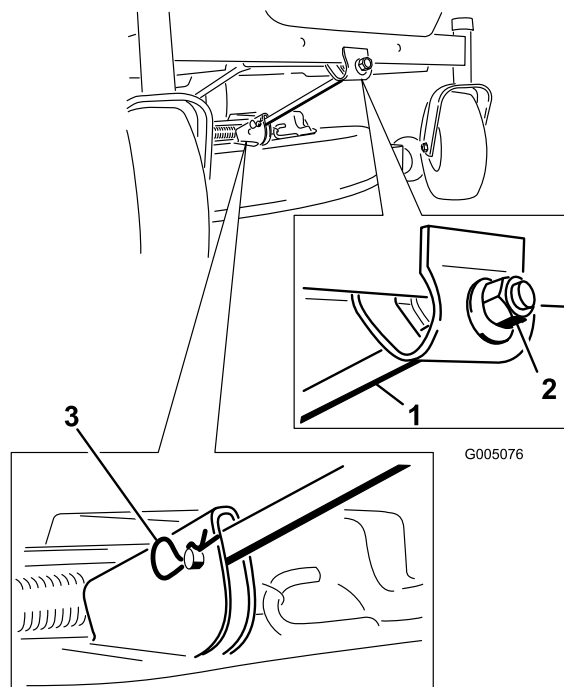

Figure 53
4. Enlevez la goupille fendue et l'axe de chape de la tige de support avant (Figure 53). Abaissez doucement l'avant du plateau de coupe au sol.
- Fixez la tige de support avant au plateau de coupe à l'aide de l'axe de chape et de la goupille fendue (Figure 53).